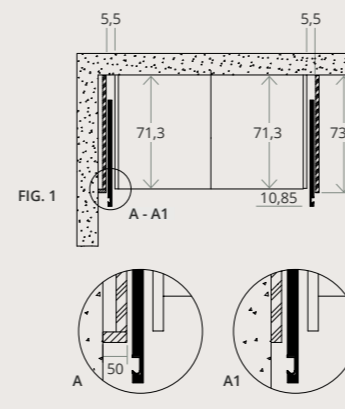
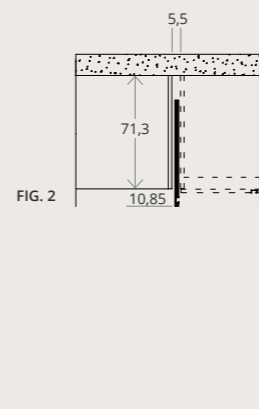
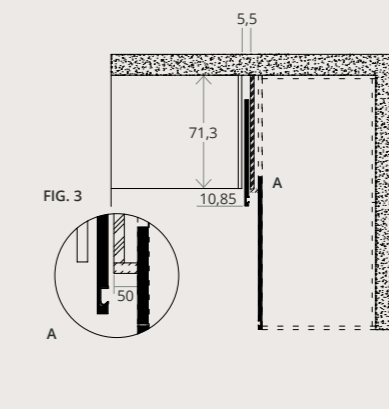

FIG. 1
FIG. 2
FIG. 3
Si le côté avec mécanisme rentrant est accosté à une paroi, insérer un filler avec côté (L.min.= 5 cm) (Fig. 1-A) ou une joue latérale à associer avec un raccord simple approprié (Fig. 1-A1)
- Le côté avec mécanisme rentrant NE PEUT PAS être visible: insérer une joue latérale (Fig. 1) ou accoster un autre box (Fig. 2). Associer avec un raccord Simple approprié.
un raccord simple approprié (Fig. 3).
Sollte die Seite mit dem zurückversetzten Mechanismus an einer Wand installiert werden, muss ein Band mit Seitenpaneel (L.min.= 5 cm) (Abb. 1-A) oder ein Seitenpaneel mit geeignetem einzelnen Anschluss vorgesehen werden (Abb. 1-A1)
- Seite mit dem zurückversetzten Mechanismus darf NICHT sichtbar montiert werden. Immer ein Seitenpaneel (Abb. 1) vorsehen oder eine andere Box daneben montieren (Abb. 2). Mit einem geeignetem einzelnen
- Sollte die Seite mit dem zurückversetzten Mechanismus neben einer linearen Eckbox installiert werden, muss ein Band mit Seitenpaneel (L.min.= 5 cm) (Abb. 1-A) oder ein Seitenpaneel mit geeignetem einzelnen Anschluss vorgesehen werden (Abb. 3).
Si el lado con el mecanismo escamoteable apoya contra una pared, instalar una banda con costado (L.min.= 5 cm) (Fig. 1-A) o un panel de protección lateral para unir con un conector individual adecuado (Fig. 3).
Если сторона с задвигающим механизмом находится рядом со стеной, необходимо установить планку с боковой панелью (Ш. мин.= 5 см) (Рис. 1-A) или накладку на боковую панель, которую необходимо
соединить с специальным одинарным соединительным зажимом (Рис. 1-A1)
- Сторона с задвигающим механизмом НЕ может быть видима: необходимо установить накладку на боковую панель (Рис. 1) или установить рядом другой бокс (Рис. 2). Соединить со специальным одинарным соединительным зажимом
- Если сторона с задвигающим механизмом находится рядом с боксом с линейным углом, необходимо предусмотреть установку планки с боковой панелью (Ш. мин.= 5 см), которую необходимо соединить со специальным соединительным зажимом (Рис. 3).
如果有伸缩机制的一边靠近墙壁,则插入一块带侧板的补板条(L_{min} = 5cm) (图1-A) 或一块侧面见光板,并使用单个专用连接器连接(图1-A1)。
- 带有伸缩机制的一边不可见: 插入一块侧面见光板(图1) 或紧靠安装另一个柜子(图2) 。使用单个专用连接器连接
- 如果带有伸缩机制的一边靠近一个线性转角柜子,则插入一块带侧板的补板条(L_{min} = 5cm), 并使用单个专用连接器连接(图3)。